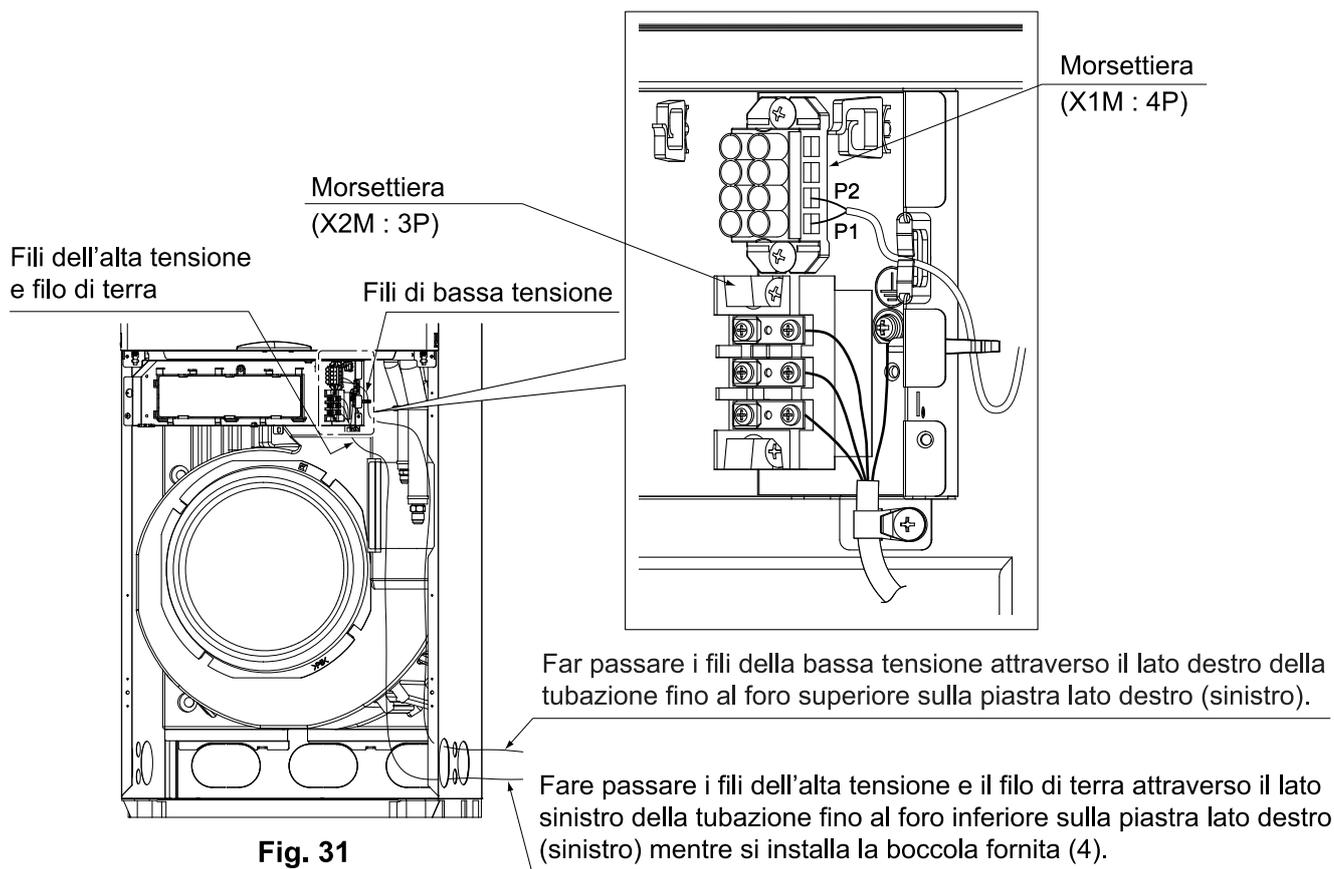

Fig. 31
- Collegare il cablaggio del comando a distanza (da reperire in loco) ai terminali P1 e P2 (non esiste polarità) della morsetteria (X1M: 4P), e guidare il cablaggio all'esterno dell'unità usando il percorso mostrato nella **Fig. 31**.
- Far passare i fili a bassa tensione (cablaggio del comando a distanza) a 50 mm o più dai fili ad alta tensione (fili di intercollegamento tra le unità interne e le unità esterne) e dal filo di terra, in modo tale che non possano passare attraverso lo stesso punto. **(Fare riferimento alla Fig. 31)**